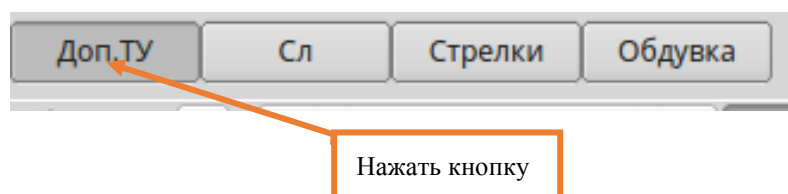

Рисунок 1. Дополнительная панель управления.
7.1.3 На мониторе АРМ ДСП в нижней части экрана вызвать дополнительную панель команд управления нажатием кнопки «Доп.ТУ» (Рисунок 1).